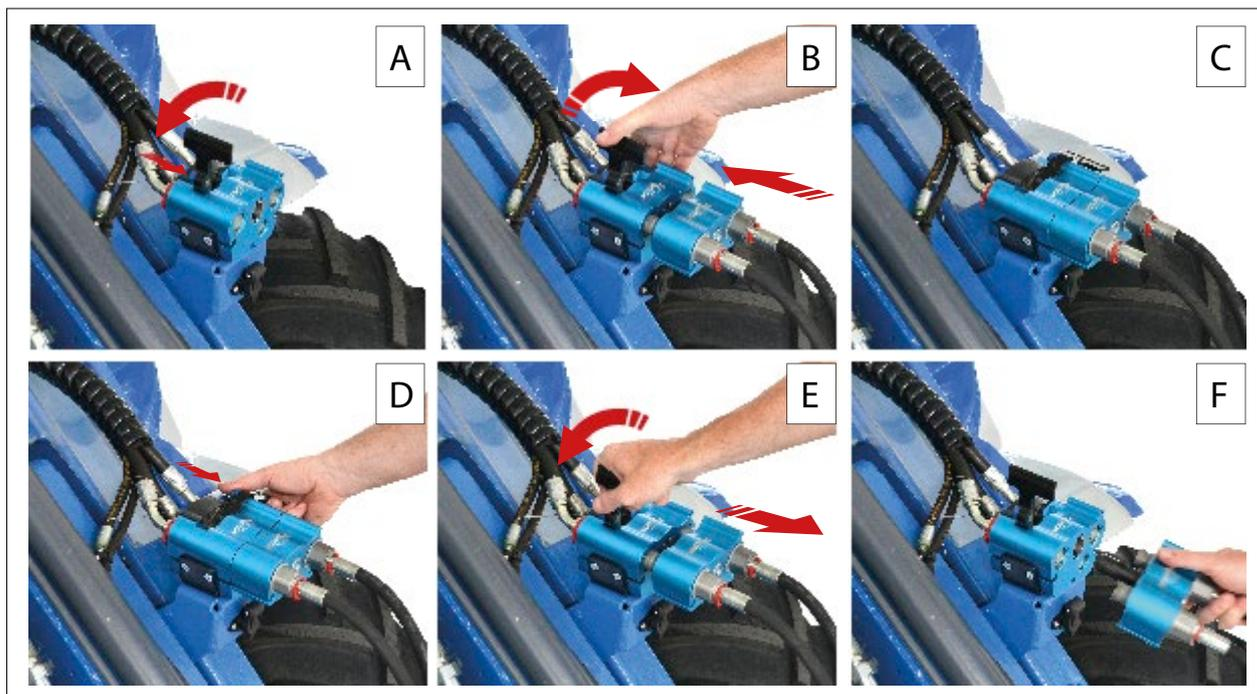

РИС. 32
- переведите несколько раз "вправо" и "влево" ручку гидравлического выхода ((РИС. 32 - Сс. 2).
- Переместите желтый селектор многофункционального джойстика (РИС. 32 - Сс. 3) сначала в положение «Вперед», а затем в положение «Назад». Затем установите желтый селекторный переключатель в поз. "Центр".
2) Нажмите кнопку блокировки (РИС. 31 – Сс. 2) на ручке замка и поднимите ручку замка (РИС. 31 - Сс. 3) в открытое положение (Рис. 32 – Сс. А).
4) Потяните стопорную ручку (РИС. 32 – Сс. В) вниз, зафиксировав панель адаптера в разъеме (РИС. 32 – Сс. С).
- 1) Нажмите кнопку блокировки (РИС. 32– Сс. D) на ручке замка и поднимите ручку замка в открытое положение (РИС. 32 – Сс. E).
- 2) Отсоедините гидравлические трубки навесного оборудования от машины (РИС. 32 – Сс. F).